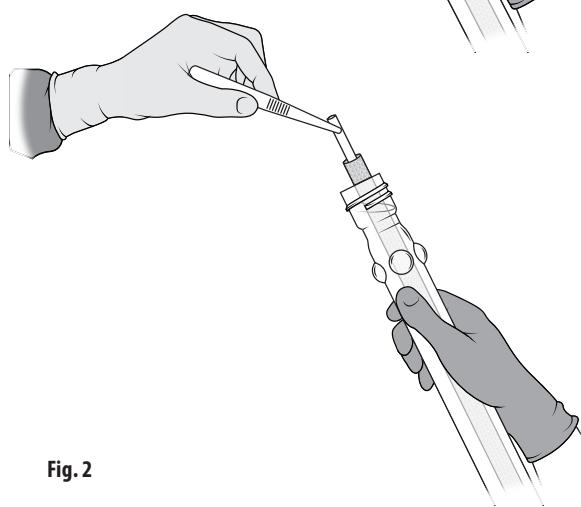

Fig. 2
4. Spindlen flyder over slangens åbning. Fjern protesen aseptisk fra slangen ved at gribe fat i enden af spindelen og løfte den forsigtigt ud af slangen. Fig. 2. Protesen må ikke berøre slangens udvendige øverste kant. T-stykket i bunden af spindelen vil forhindre transplantatet i at glide af spindelen.